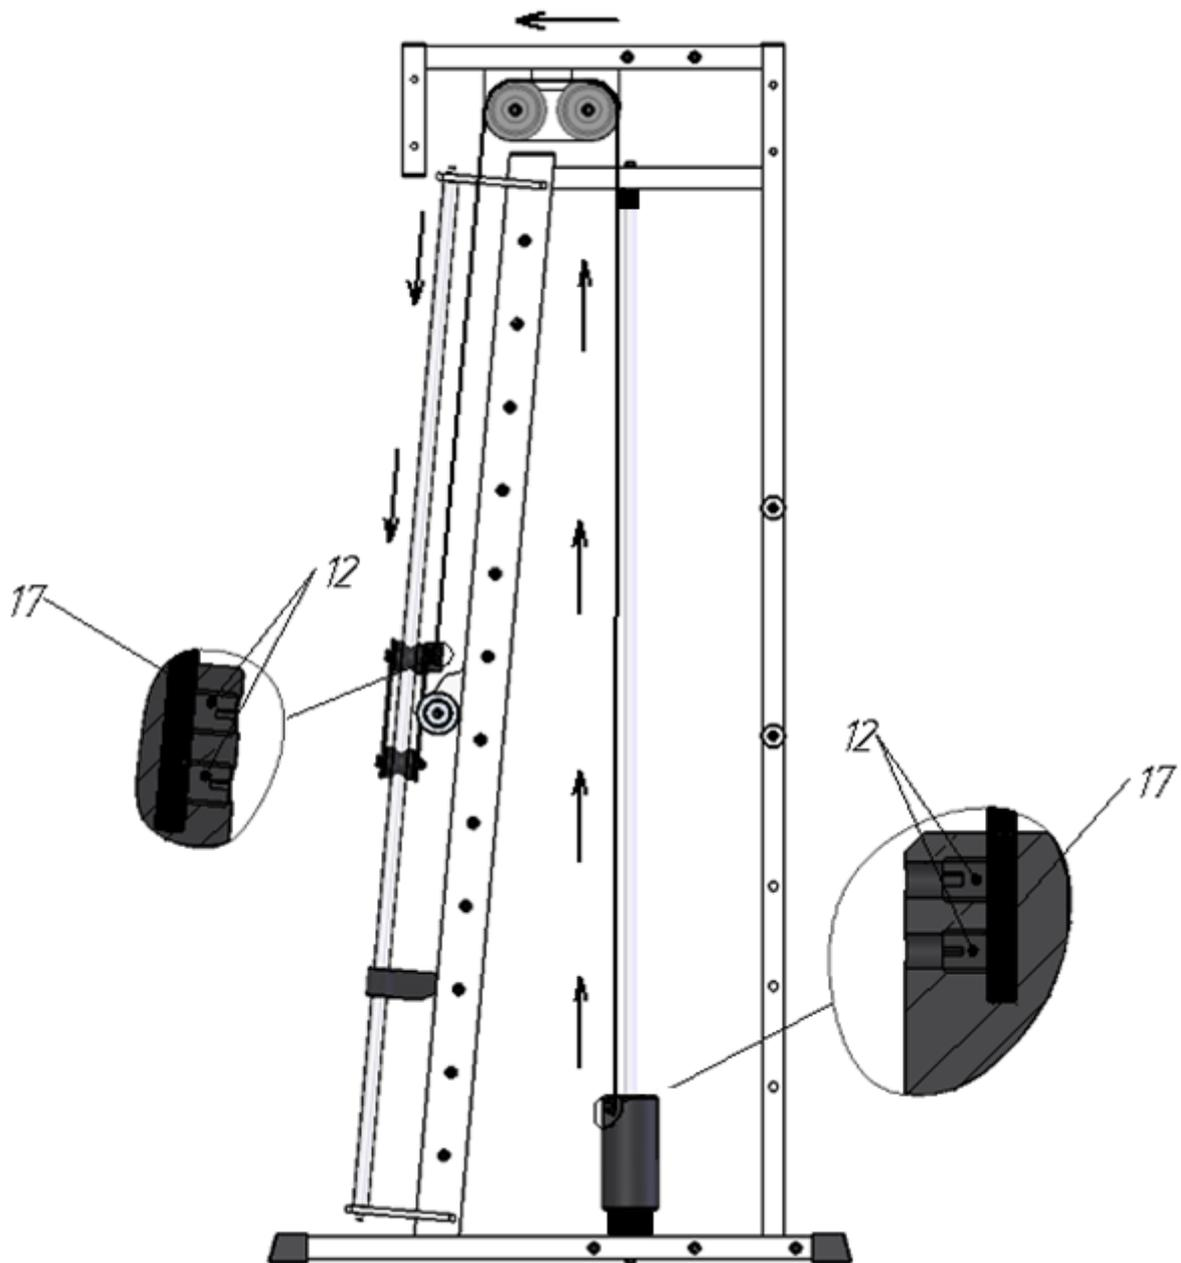

Рис.3
3. Закрепите трос (17) в массе с помощью винтов М10х12 (12). Протяните трос (17) как показано на схеме и закрепите его с помощью винтов М10х12 (12) в штанге (8). (рис.3)